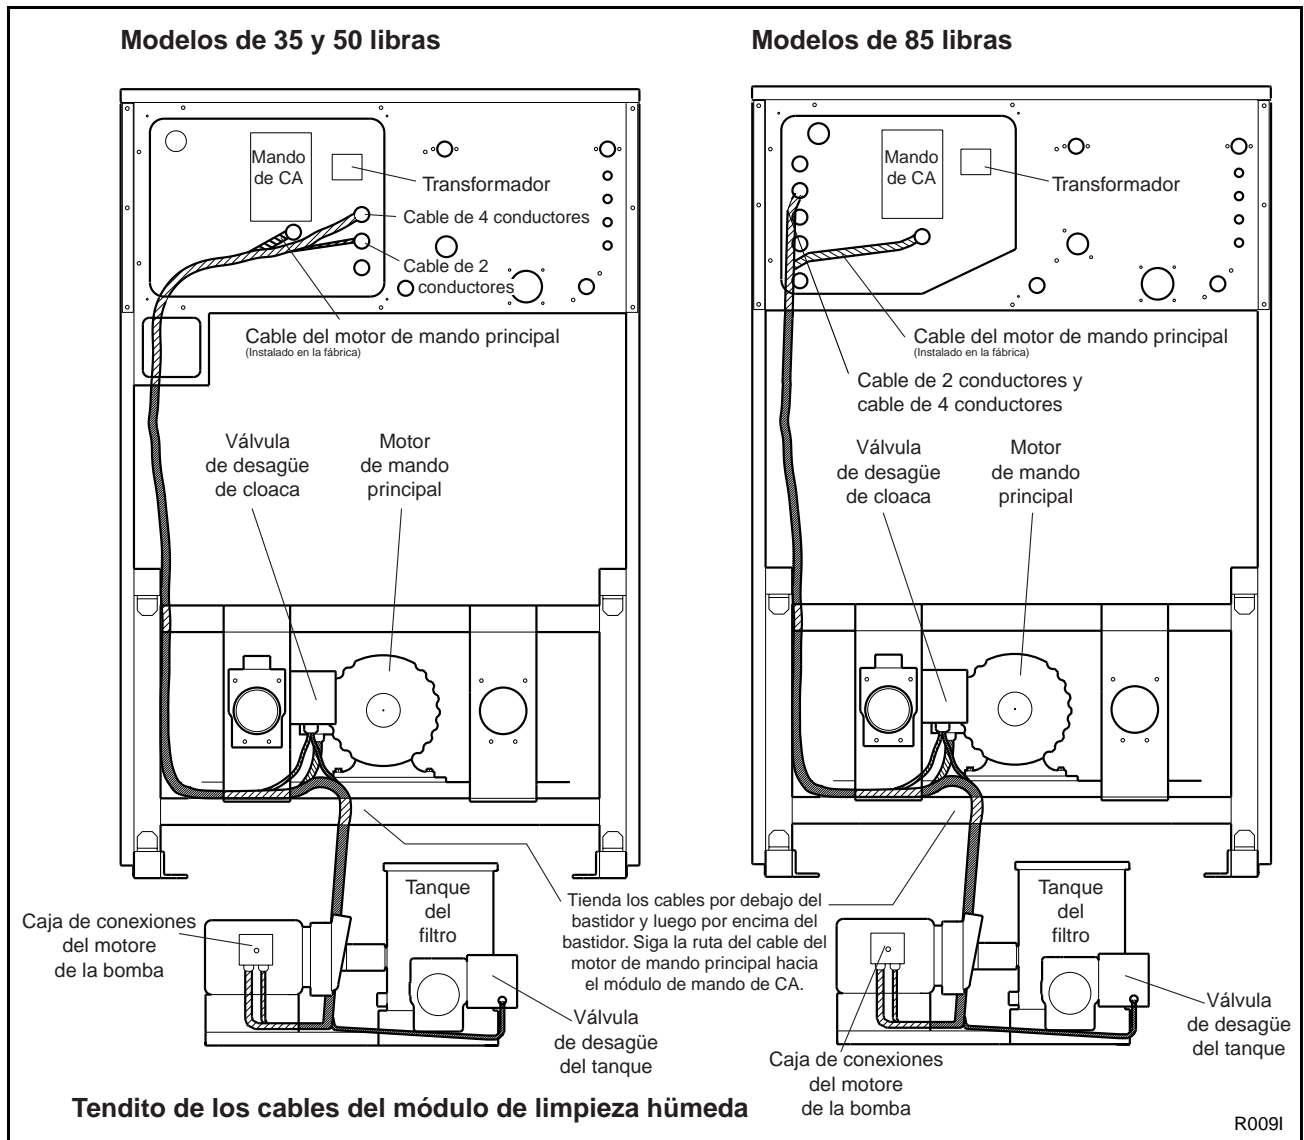

Figura 25
- c. Encamine los cables de 2 y de 4 conductores a lo largo del marco de la lavadora extractora, siguiendo el mismo trayecto que el cable del motor de mando principal. Deje una separación suficiente entre los cables y cualquier pieza móvil de la lavadora extractora. Vea la Figura 25.
Nota: Encamine los cables por debajo del marco, como se muestra en la Figura 25.